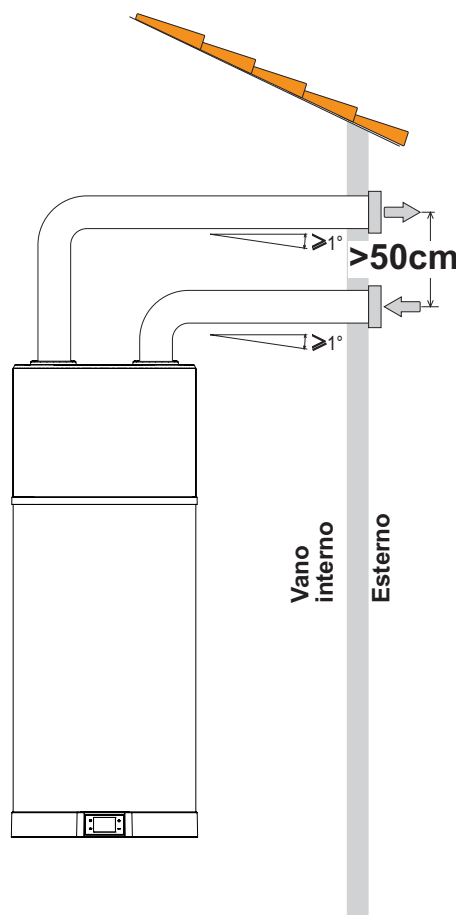

fig. 32 - Exemplo de ligação de descarga de ar
- Crie uma conduta de ar dedicada conforme indicado em fig. 32.